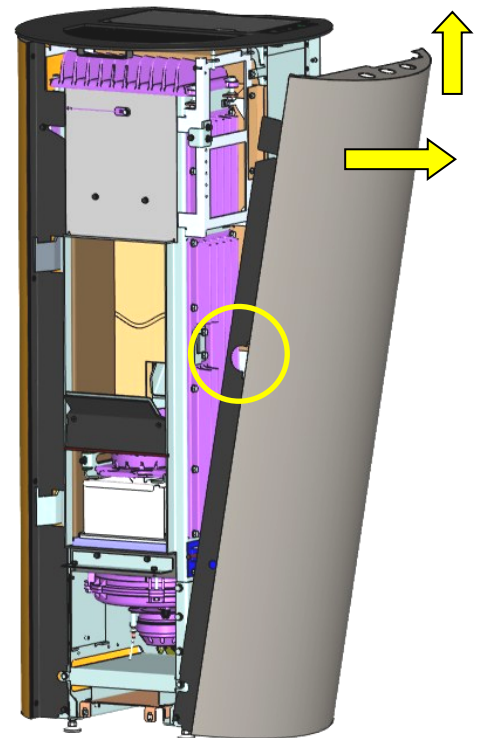

Abb. 14: Seitenverkleidung aushängen
- Nun können die Seitenverkleidungen entfernt werden. Dazu die Verkleidung im oberen Bereich zunächst hinten von der gelösten Schraube ziehen, dann nach außen kippen und nach oben entfernen (Abb. 14).
Bitte beachten Sie (Abb. 14), dass bei der rechten Seitenverkleidung zunächst das Türschloss aus der dafür vorgesehenen Aussparung ausgefädelt werden muss. Beim Wiedereinbau muss dieses zunächst wieder eingefädelt werden.